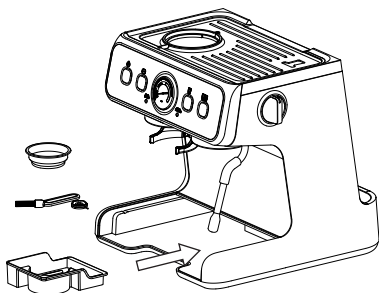

Fig. 8
A máquina vem equipada com uma caixa de ferramentas (15), a qual é utilizada para armazenar varetas e escovas de limpeza. Os filtros de uma chávena e de duas chávenas também podem ser armazenados na caixa de ferramentas. A caixa de ferramentas encontra-se localizada na parte inferior esquerda do aparelho, onde poderás puxá-la para fora, depois de removeres a bandeja de gotejamento da máquina (Fig. 8).